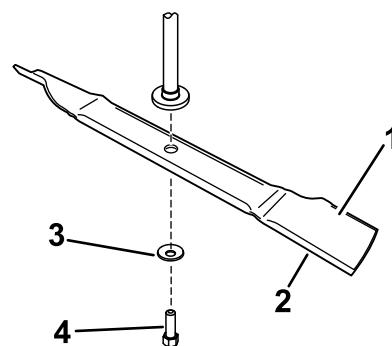

Figura 8
1. Montate la lama sull'asse del fusello (Figura 8).
2. Montate la rondella curva (lato concavo verso la lama) e il bullone della lama (Figura 8). **Non montante il rinforzo della lama.**
Queste lame non richiedono la staffa di rinforzo della lama (Figura 8).